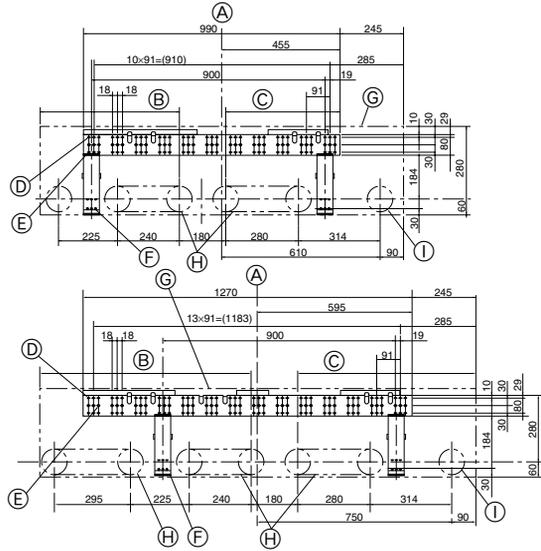

Fig. 3-2
①	Duvara montaj mesnedi	1	Ünitenin arkasına tespit ediniz
②	Kılavuz vida 4 × 35	12
③	Tecrit maddesi	2
④	Şerit	4 (büyük) + 3 (küçük)
⑤	Keçe bant	3
⑥	Drenaj soketi	1
⑦	Telsiz uzaktan kumanda ünitesi	1
⑧	Uzaktan kumanda ünitesi yuvası	1
⑨	Alkali piller	2
⑩	Geçme somun	RP100 RP60, 71 P60-100
3.2. Duvar montaj mesnedinin takılması (Fig. 3-2)